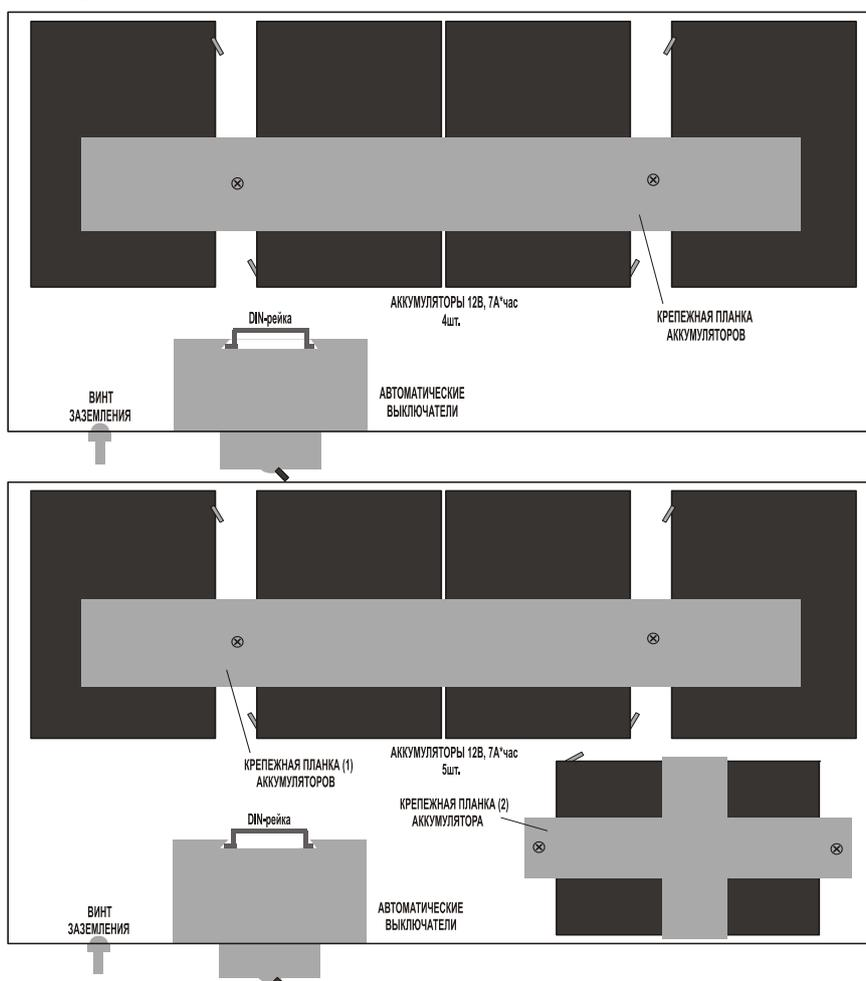

Рис. 1. Размещение аккумуляторов в ящике.
- подготовить проводники необходимой длины и сечения для соединения аккумуляторов, оконцевать их соответствующими изолированными клеммами и скоммутировать аккумуляторы (см. рис.1, 2);